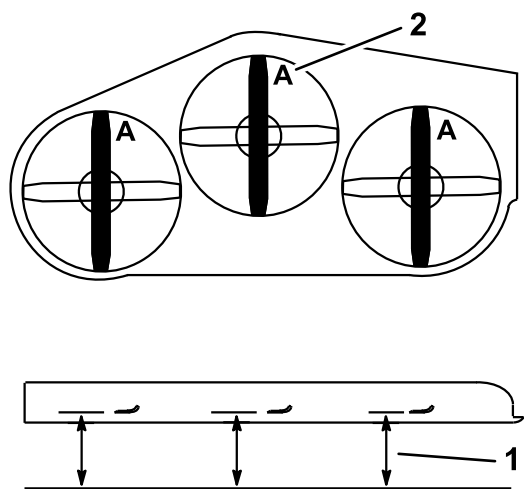

Figura 98
3. Rode as lâminas até as suas extremidades se encontrarem viradas para a frente e para trás (Figura 98). Meça desde uma superfície nivelada até à extremidade de corte, posição A, das lâminas (Figura 98). Anote esta medida.